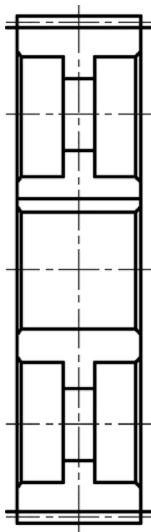

图 13-73 修剪结果
③ 使用 TRIM 命令进行修剪, 修剪结果如图 13-73 所示。